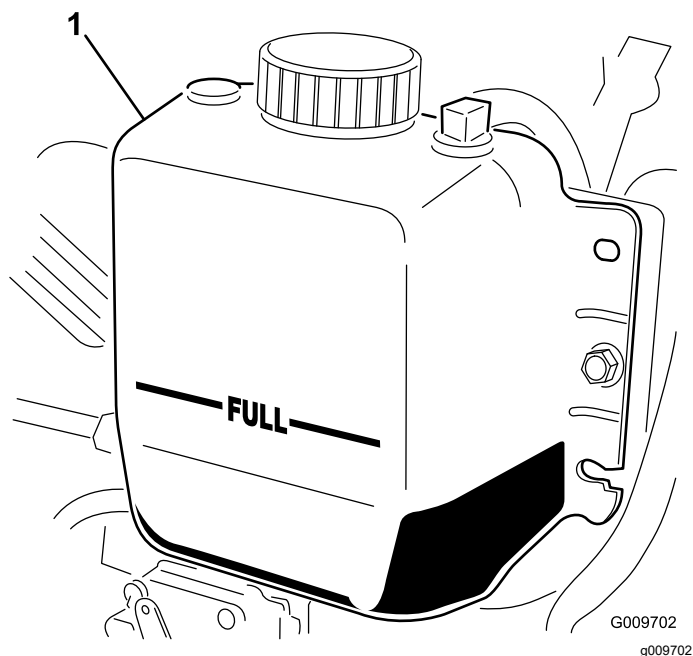

Рисунок 72
3. Проверьте уровень охлаждающей жидкости в радиаторе. Радиатор должен быть заполнен до верха заливной горловины, а расширительный бачок — до метки FULL (Полный) (Рисунок 72).